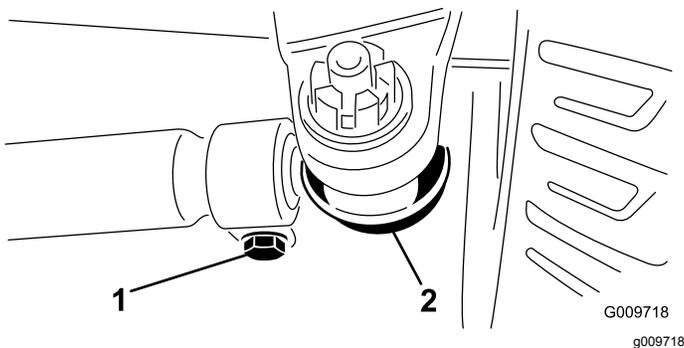

Figure 77
2. Pour le régler, retirez la goupille fendue et l'écrou de l'une des rotules de biellette (Figure 77) et déposez la rotule du support de carter de pont.
3. Desserrez les fixations aux deux extrémités des biellettes (Figure 77).